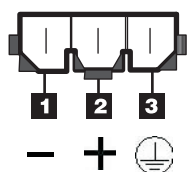

Figura 14. Conector de alimentación CC - posición de las patillas
- b. Conecte el cable de alimentación CC a la fuente de alimentación. Consulte Figura 14 y Tabla 1 para obtener más información acerca de las posiciones de las patillas conectoras.